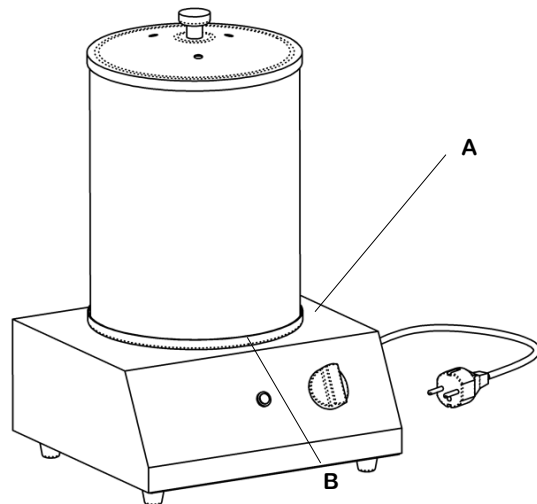

Fig. 1
4. Füllen Sie Wasser in den Edelstahlbehälter (C), der sich unterhalb des Zylinders befindet.
5. Drehen Sie den Thermostatknobel (Fig. A) auf die gewünschte Temperatur. Die Kontrolllampe (B) leuchtet auf. Sie erlischt, sobald die eingestellte Temperatur erreicht ist.
7. Zum Ausschalten drehen Sie den Thermostatknobel (Fig. 1 A) auf Position (O) und vergewissern Sie sich, dass die Kontrolllampe erlischt (Fig. 1 B)